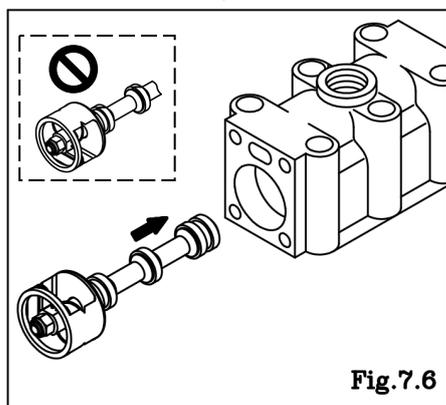

Fig.7.6
- Instale el Conjunto de la válvula de carrete C como se muestra en la Fig.7.6.